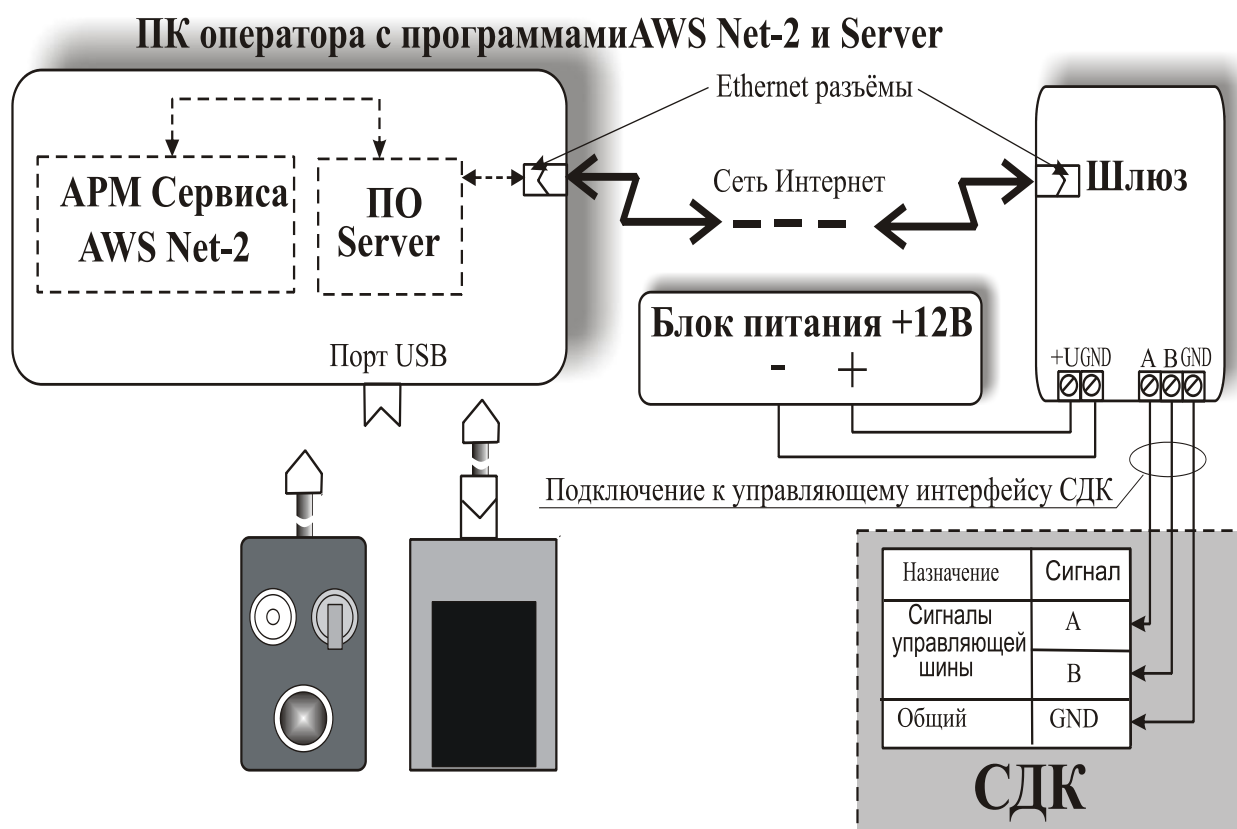

Рис.1 Подключение УС (Шлюза) к ПК, с установленными на нём АРМом AWS-Net-2 и ССДК (на рисунке – «ПО Server»)
2.4 Подключение УС показано на рис.1,2 и 3.